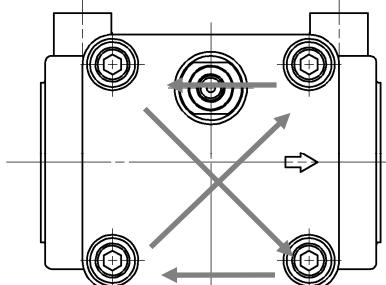

図 5-1 六角穴付ボルトの締付方法
- ①運転を停止してください。
- ②本フィルタが設置されているシステム機器の圧力計で圧力がゼロであることを確認してください。
- ③IN, OUT の順番にバルブを閉じてください。
- ④ドレンプラグを緩めた後、カバーの六角穴付ボルトを緩めて(図 5-1 参照)内部の流体をドレンポートより全て排出してください。
- ⑤カバーの六角穴付ボルトを取り外してください。
- ⑥カバーを引き上げて取外してください。カバーとエレメントが一緒に持ち上がります。
【5】六角穴付ボルト締付「図 5-1 参照」